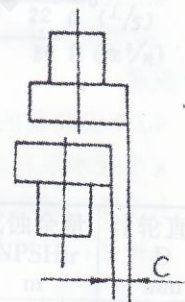

图 3
- d. 中心线对中是指泵和电机轴心线的对中程度。应使 C 值的圆周方向小于 0.08 毫米(参见图 3)。